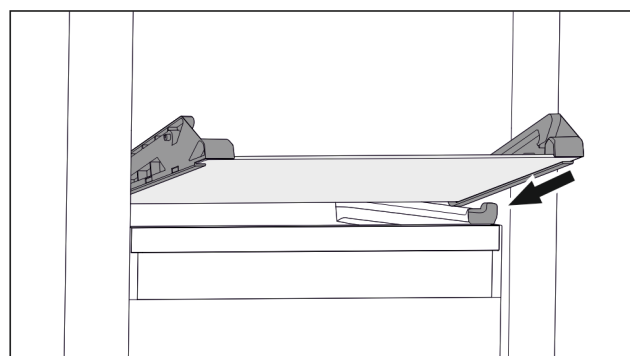

Fig. 93 Glassplate på nedvippbar skuff
- ▶ Sett glassplaten på skrå bak stopperne. (se Fig. 93)